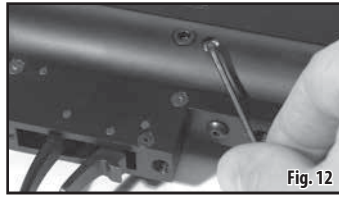

Fig. 12
- Con una llave Allen de 5/64", quite primero el tornillo de ajuste de bloqueo para permitir el acceso al tornillo de medición. Asegúrese de guardar el tornillo de ajuste de bloqueo en un lugar seguro. (Fig. 12) Encuentre el tornillo de medición bajo el tornillo de ajuste de bloqueo que quitó previamente. Con una llave Allen de 5/64", gire el tornillo de medición hacia la derecha para restringir el flujo de aire hacia el cañón y reducir la velocidad del perdigón.